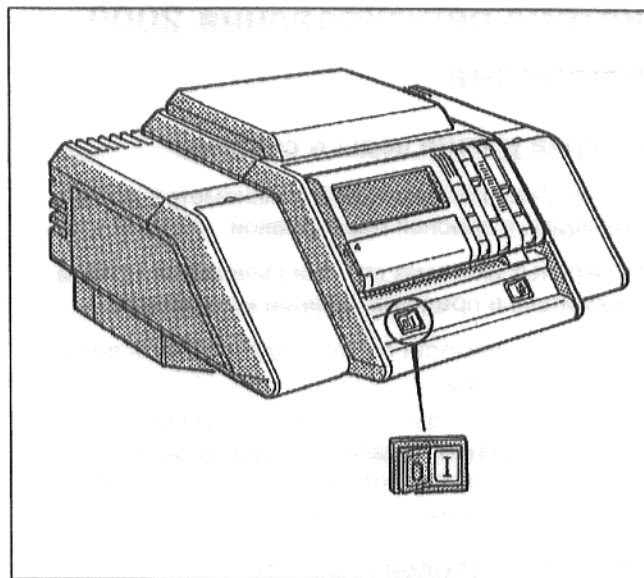

Рис. 1: Включение газовой горелки
- Установить переключатель "Работа" (Рис. 1) в положение I (ВКЛ).
- Установить переключатель "Работа" (Рис. 1) в положение 0 (ВЫКЛ).